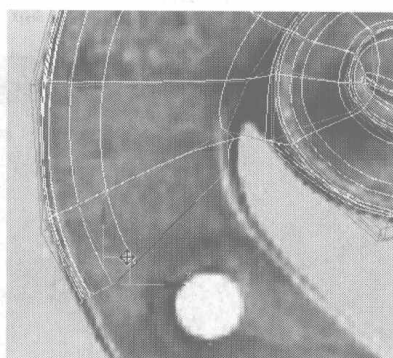
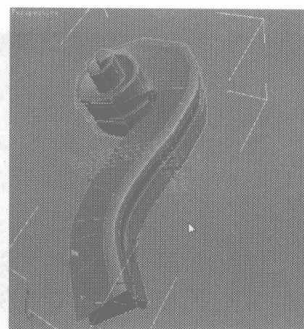
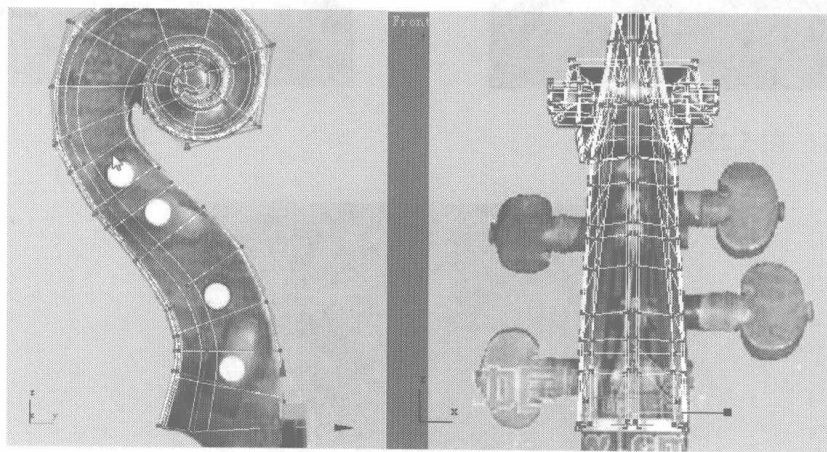

图 5.215
图 5.216
图 5.217
- 15** 选择如图 5.215 所示的曲线，按住 Shift 键向下拖动，复制出如图 5.216 所示的边沿。调整模型上的点到如图 5.217 所示的位置。